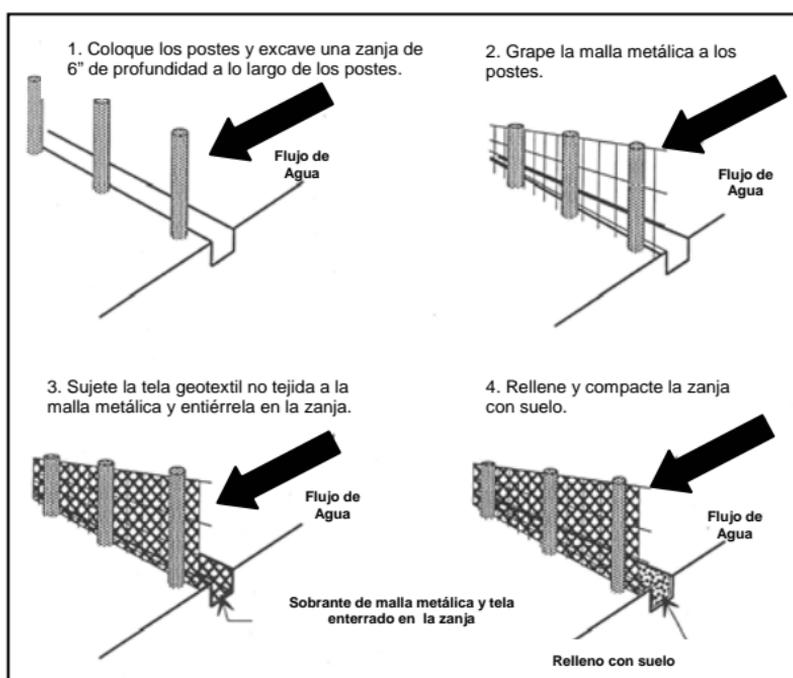

Figura SB-1 Instalación de barreras de cieno.
- Cave una zanja a lo largo de donde se pondrá la cerca como se demuestra en la Figura SB-1. La profundidad de la zanja para cercas Tipo A y B debe ser al menos 6" y 4" para Tipo C.
- Sujete amarres de soporte para cercas Tipo A y B hacia el lado ascendente del poste y 6" dentro de la zanja (vea Figura SB-1).